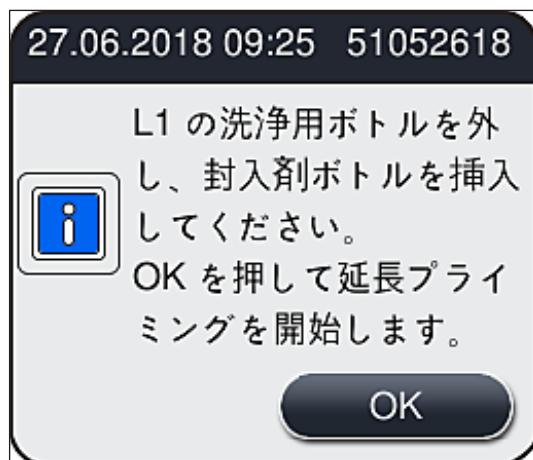

図105
- その後、洗浄試薬ボトルを装置から取り外し、封入剤の入った新しいボトルを挿入するようオペレーターに促すメッセージが表示されます。ボトルを挿入した後に、情報メッセージ (→ 図105) をはいで確認します。洗浄試薬ボトルの内容物は、検査室安全規定に従って廃棄してください。